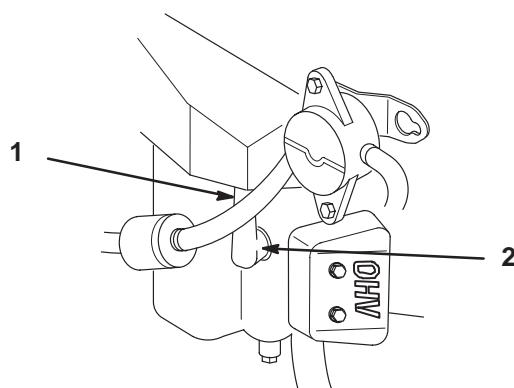

Figure 23
3. Débranchez les fils des bougies (Fig. 23). Nettoyez la surface autour des bougies pour éviter que des impuretés n'endommagent le moteur en tombant à l'intérieur.
- Connectez les fils aux bougies (Fig. 23).